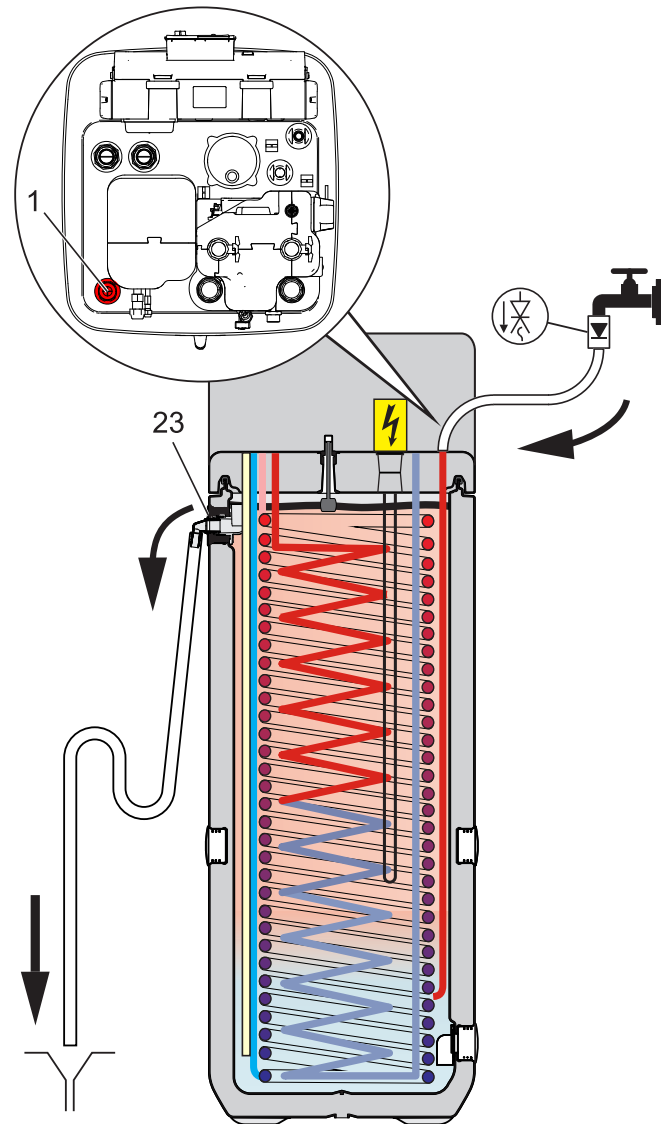

Fig. 67-1 Enchimento do acumulador intermédio - sem sistema solar DrainBack ligado
- 1 Ligar a **mangueira de enchimento** com bloqueador de refluxo (1/2") à **ligação "solar - alimentação"** (Fig. 67-1, pos. 1).
- 2 Encher o depósito do acumulador da Daikin Altherma EHS(X/H), **até sair água da ligação de descarga** (Fig. 67-1, pos. 23).
- 3 Encher o depósito do acumulador da Daikin Altherma EHS(X/H), **até sair água da ligação de descarga** (Fig. 67-1, pos. 23).